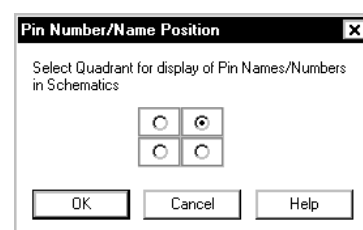

Рис. 27. Задание позиции вывода.
47. В появившемся диалоговом окне Pin Number/Name Position (рис. 27) выберем опцию, соответствующую квадранту 0 и нажмем кнопку OK.